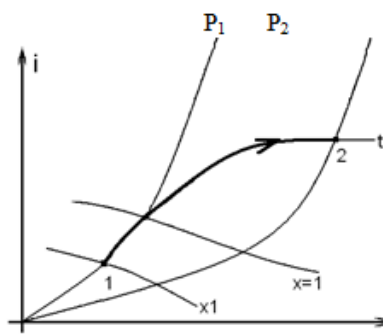

рисунок 4
4). рисунок 4      5). иной вариант ответа